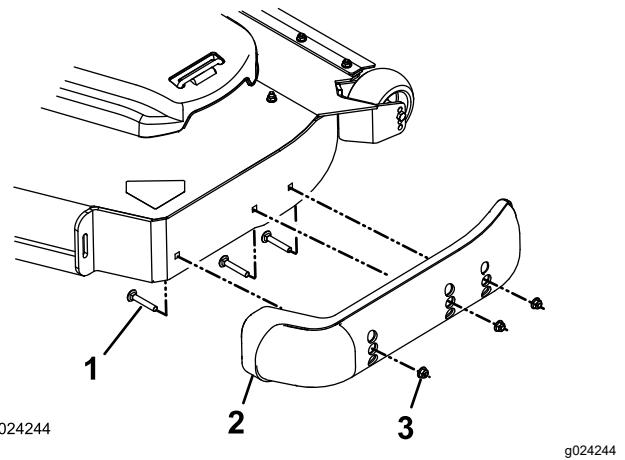

Figure 37
3. Retirez les boulons à embase et les écrous de chaque patin (Figure 37).